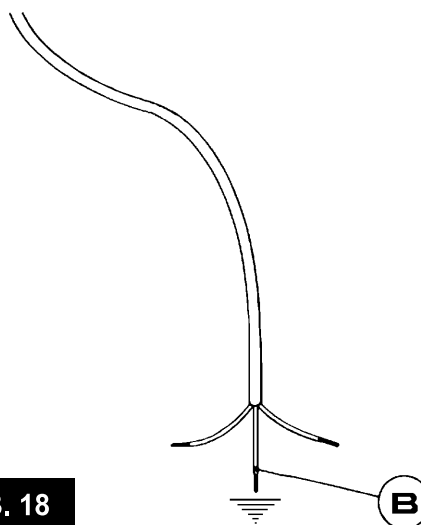

ABB. 18
Falls das Anschlusskabel ausgetauscht werden muss, sollte der Installateur darauf achten, dass der Erdungsleiter (B) länger sein muss als die Phase (siehe Abb. 18), darüber hinaus hat er sich an die Hinweise in Paragraph 8 zu halten.